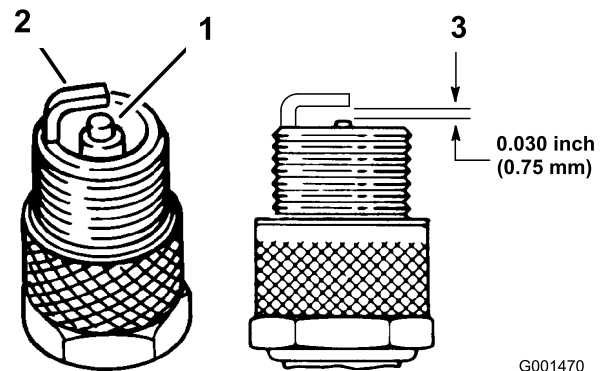

Bild 36
3. Prüfen Sie den Zustand der Seitenelektrode, der zentralen Elektrode und der Isolierung um die zentrale Elektrode, um sicherzustellen, dass nirgendwo Defekte aufgetreten sind (Bild 36).
4. Stellen Sie den Elektrodenabstand zwischen der zentralen und der Seitenelektrode auf 0,762 mm ein (Bild 36).